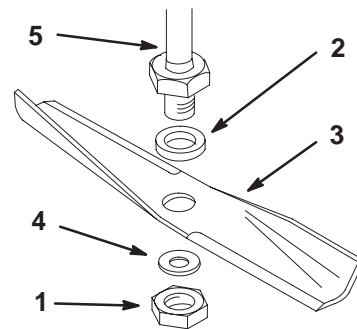

Figure 26
**Remarque :** Vérifiez que la lame et les fixations sont montées aux positions illustrées à la Figure 26.
3. Enlevez l'écrou, la rondelle (épaisse), la lame et la rondelle plate (Fig. 26). Pour enlever le boulon, bloquez éventuellement la lame en introduisant une cale en bois entre la lame et le carter de tondeuse.